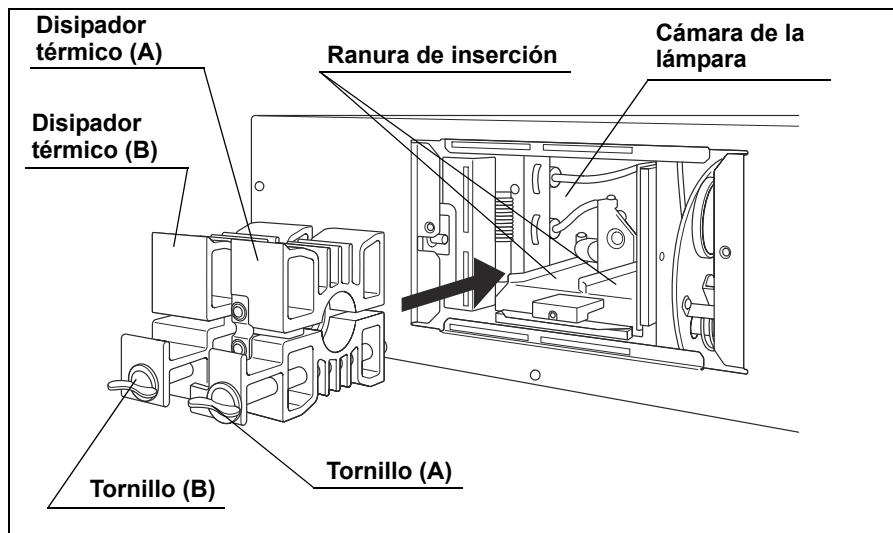

Figura 5.7
6. Coloque el disipador térmico (A) y el disipador térmico (B) de forma que sus caras inferiores queden en una posición plana y estable y cierre firmemente la abrazadera del disipador térmico.
7. Introduzca la combinación de disipador térmico (A) y (B) en la cámara de la lámpara por las ranuras de inserción (véase la figura 5.7).